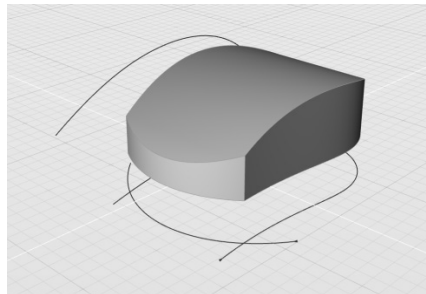

图 4-141 获得创建多面体结果
4) 激活“创建多面体”工具 , 当控制台提示“拾取对象”时, 依次选择所有刚刚创建的 4 个曲面, 按〈Enter〉键或空格键确认, 获得结果如图 4-141 所示。